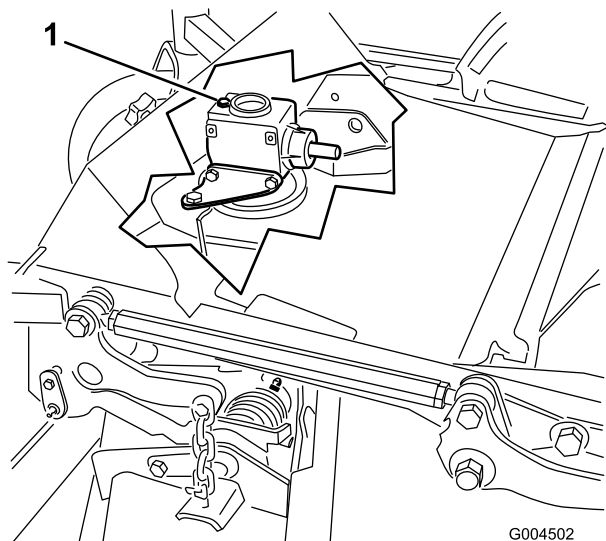

Figure 43
6. Retirez la jauge/le bouchon de remplissage du haut du boîtier d'engrenages (Figure 43) et vérifiez que le niveau de lubrifiant se situe entre les repères de la jauge.
6. Retirez la jauge/le bouchon de remplissage du haut du boîtier d'engrenages (Figure 43).